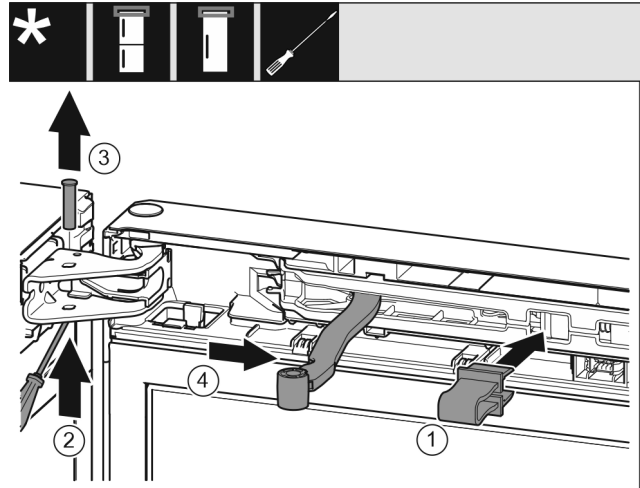

Fig. 10
- Innestare il fusibile Fig. 10 (1) nell'apertura.
- Estrarre il perno Fig. 10 (2).
- Rimuovere il perno Fig. 10 (3) verso l'alto.
- Ruotare il giunto Fig. 10 (4) in direzione della porta.